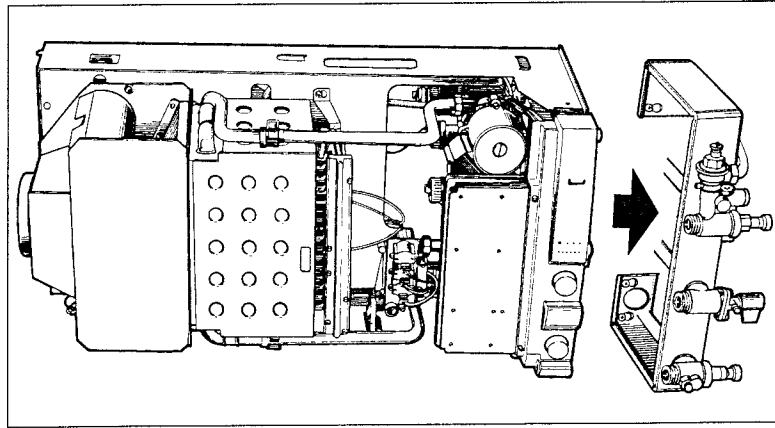

Fig. 9
- Présenter la chaudière au dessus de la barrette, la laisser descendre en appui sur celle-ci (fig. 9).